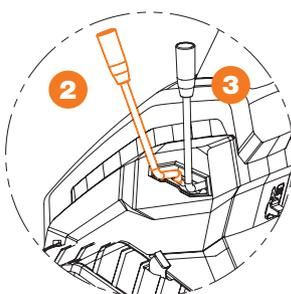

Рис. 14
3. Переведите рычаг сцепления лезвия в положении ❷ (Рис. 14).
2. Поднимите режущее устройство в самое высокое положение. Установите рычаг сцепления в положение ③ (Рис. 14).
- Рукоятка сцепления всегда в положении ② (Рис. 14).
- Переведите рычаг сцепления лезвия в положении 2 (Рис. 14).
- Всегда установите рычаг сцепления лезвия в положение 2 (Рис. 14).